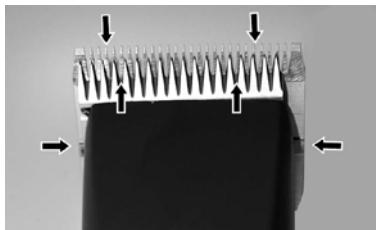

Fig. 22
Para obter bons resultados de tosquia e para aumentar a longevidade da máquina e das cabeças de tosquia, é necessário a aplicação regular de uma fina camada de lubrificante entre a lâmina superior e inferior (Fig. 22).
- Lubrifique suficientemente (e não em demasia) as lâminas de corte durante a tosquia (pelo menos em intervalos de 15 minutos), para que elas não fiquem secas (Fig. 22).
As lâminas devem ser lubrificadas antes, durante e depois de cada utilização. Quando as lâminas deixam tiras ou estão a funcionar com velocidade reduzida, isto é um sinal de que necessitam de ser lubrificadas. Coloque algumas gotas de lubrificante adiante e lateralmente às lâminas (ver setas na Fig. 22). Limpe o lubrificante em excesso com um pano suave e seco. Os sprays de lubrificação não contém óleo suficiente para uma boa lubrificação, mas servem como forma de arrefecimento das lâminas. Na eventualidade de lâminas danificadas, substitua-as de imediato para evitar o risco de lesões.